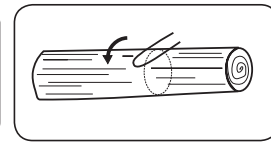

Fig. 12A
1. Pour un tronc supporté sur toute sa longueur : coupez de haut en bas en évitant que la chaîne pénètre le sol (Fig. 12A).